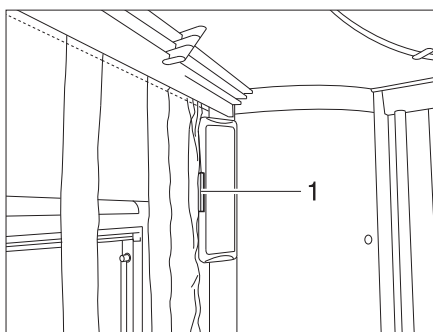

Fig. 66 Store plissé
- Tirer le poids (Fig. 66,1) vers le bas. Le store est tiré vers le haut par les bandes et plissé.